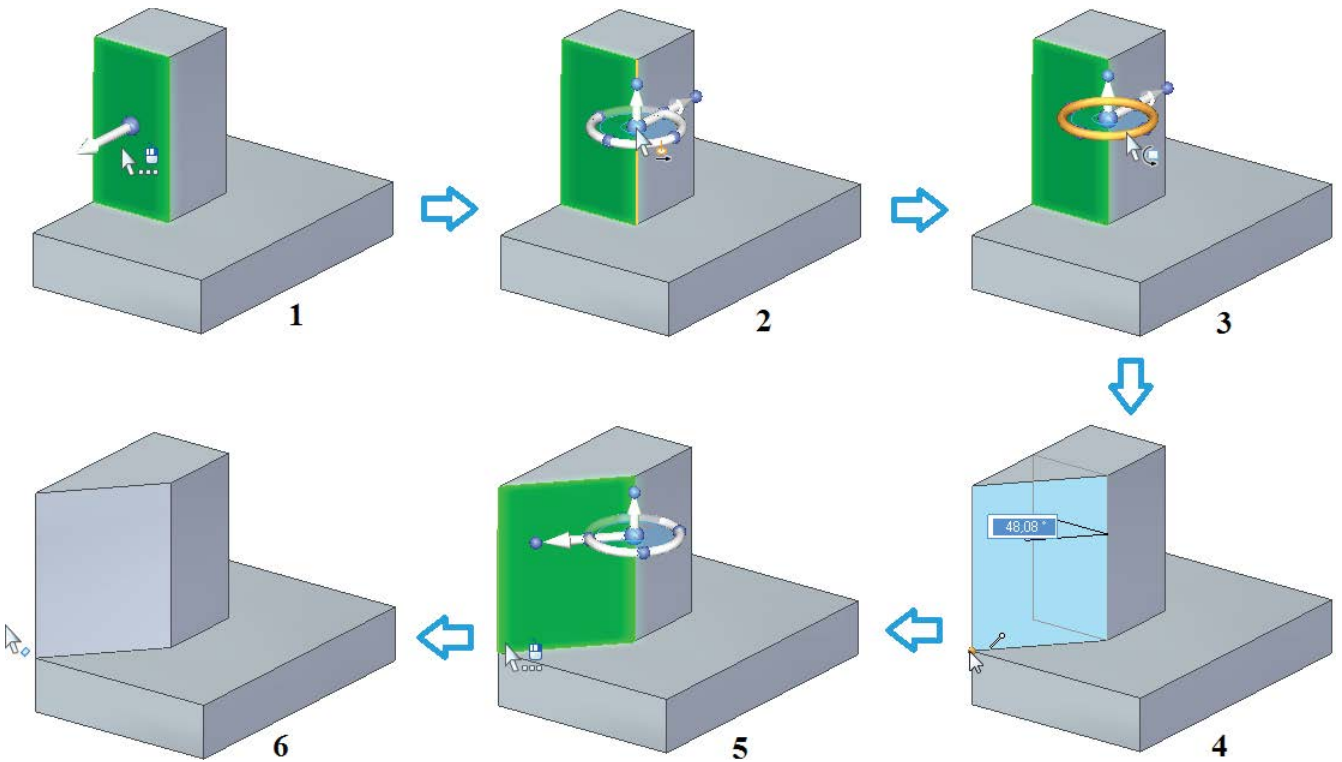

Рис. 2.3.37. Пример поворота граней
Пример поворота грани с указанием характерной точки (4) показан на рис. 2.3.37.